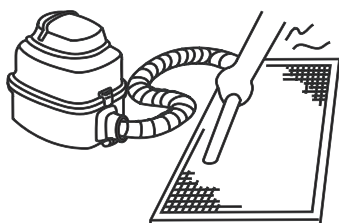

Рис. 5-13
- а. При чистке пылесосом решетку следует располагать внутренней стороной вверх (см. рис. 5-13).